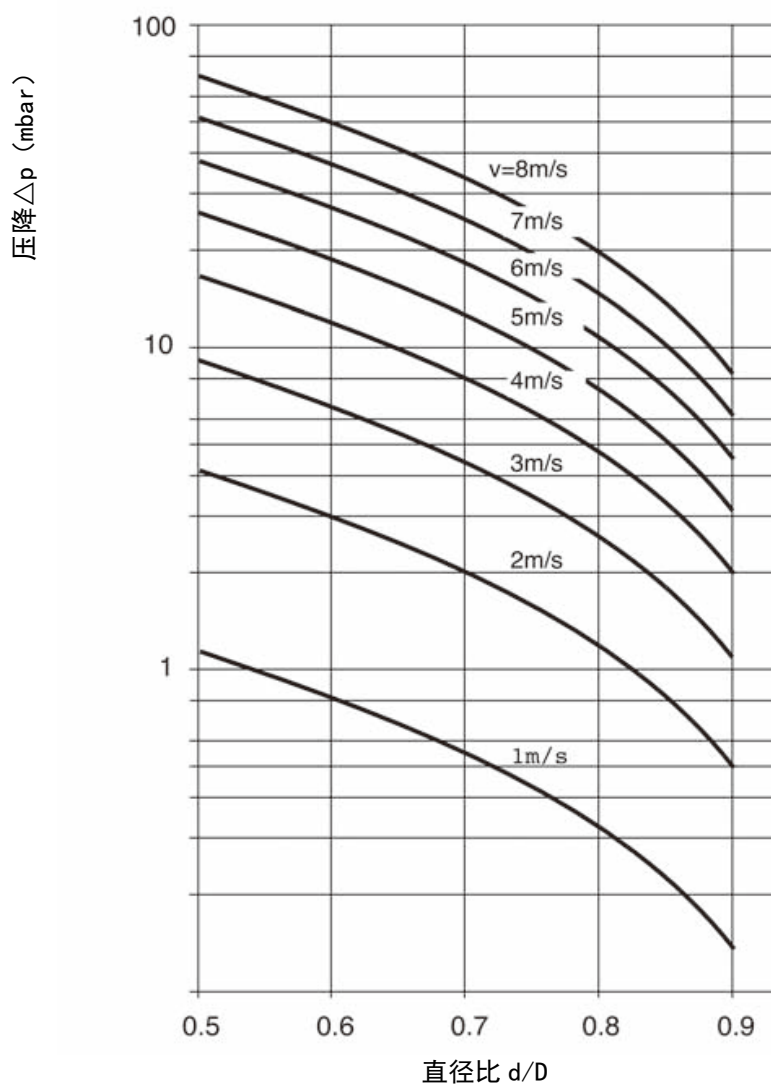

图 14 法兰型电磁流量计渐缩管产生压降的列线图 $\alpha/2=8^\circ$
2.3.5 较大口径管道上的流量计安装可采用渐缩管道方式。渐缩管产生的压降按下列步骤从列线图 14 中确定。
- 3、压降能从图 14 中 X - 轴直径比与流速曲线的交叉点的 Y - 轴坐标上读出。